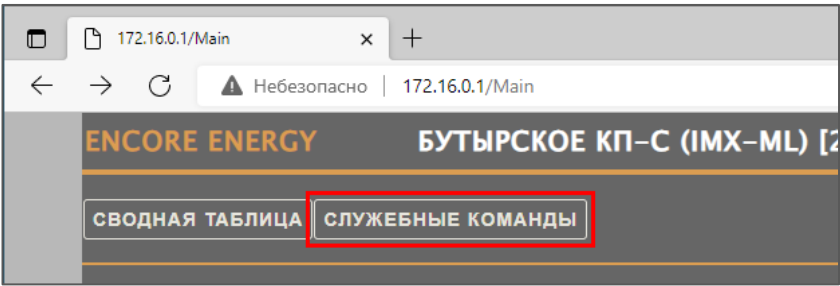
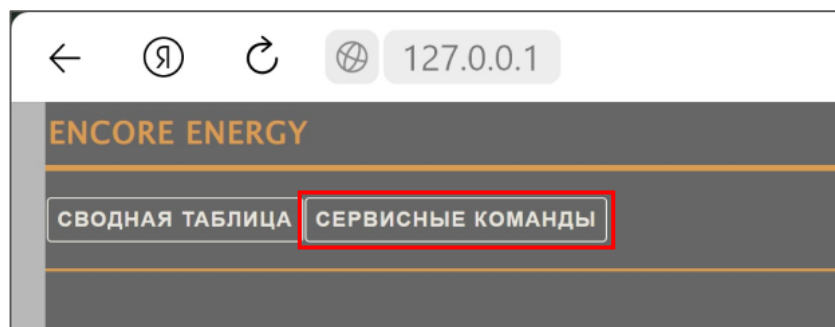

Рисунок 3.104 – Кнопка «СЛУЖЕБНЫЕ КОМАНДЫ»
Рисунок 3.105 – Кнопка «СЕРВИСНЫЕ КОМАНДЫ»
2) для сохранения конфигурации необходимо на главном окне программы нажать ЛКМ на кнопку «СЛУЖЕБНЫЕ КОМАНДЫ»/«СЕРВИСНЫЕ КОМАНДЫ» (см. рисунок 3.104, рисунок 3.105) (в зависимости от установленной версии может быть разное наименование кнопки).
Для задания системного времени необходимо на главном окне программы нажать ЛКМ на кнопку «СЛУЖЕБНЫЕ КОМАНДЫ»/«СЕРВИСНЫЕ КОМАНДЫ» (см. рисунок 3.104, рисунок 3.105). После нажатия откроется экранная форма со служебными/сервисными командами. В данной экранной форме необходимо нажать ЛКМ на кнопку «ЗАДАТЬ СИСТЕМНОЕ ВРЕМЯ» (см. рисунок 3.107).
Для задания NTP-сервера необходимо на главном окне программы нажать ЛКМ на кнопку «СЛУЖЕБНЫЕ КОМАНДЫ»/«СЕРВИСНЫЕ КОМАНДЫ» (см. рисунок 3.104, рисунок 3.105). После нажатия откроется экранная форма со служебными/сервисными командами. В данной экранной форме необходимо нажать ЛКМ на кнопку «ЗАДАТЬ NTP СЕРВЕР» (см. рисунок 3.111).
Для скачивания конфигурации необходимо на главном окне программы нажать ЛКМ на кнопку «СЛУЖЕБНЫЕ КОМАНДЫ»/«СЕРВИСНЫЕ КОМАНДЫ» (см. рисунок 3.104, рисунок 3.105). После нажатия откроется экранная форма со служебными/сервисными командами. В данной экранной форме необходимо нажать ЛКМ на кнопку «СКАЧАТЬ КОНФИГУРАЦИЮ» (см. рисунок 3.120).